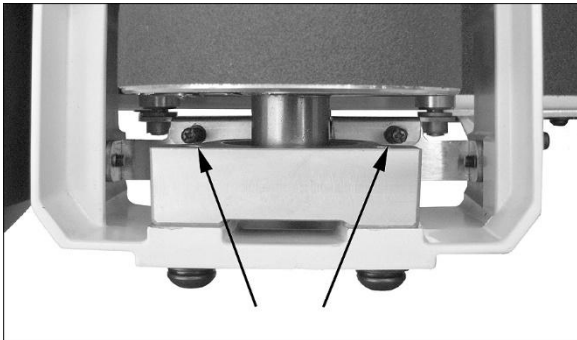

Abb. 8-4: Andruckrollen Druckeinstellung
3. Ist eine Stufe an der Überlappungsstelle sichtbar, den Vorschubtisch durch Drehen der Rändelmutter (C, Abb. 8-4) weiter absenken.
Sie erhöhen oder verringern den Rollendruck, indem Sie die Stellschrauben (Abb. 8-4) drehen.